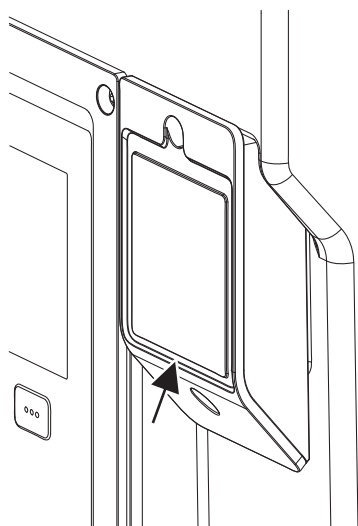

Fig. 27: Afdekking voor Wilo-Smart Connect-module BT
1. Draai de schroef van de Wilo-Smart Connect module-afdekking (Fig. 27) los en open de afdekking.
Vanwege de constructie kan de Wilo-Smart Connect module BT er slechts in één uitrichting op worden gezet. De module zelf wordt verder niet vastgezet. De module-afdekking van de Wilo-Smart Connect (Fig. 27) op het bovendee van de elektronikamodule houdt de module vast in de interface.